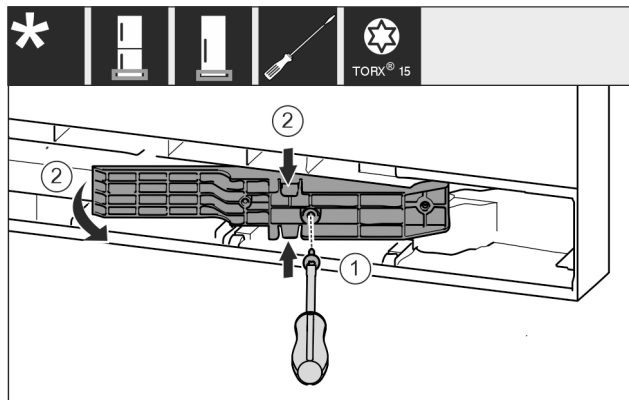

Fig. 18 \*
- ▶ Atsuktuvu T15 atlaisvinkite varžtus. Fig. 18 (1)\*
- ▶ Ištraukite adapterį. Fig. 18 (2)\*